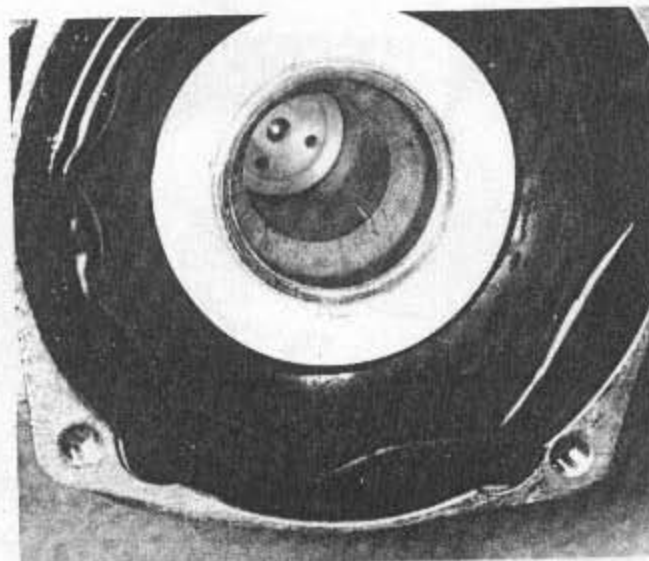

Bild 191
- Man wende beim Zusammenbau der Vergaser niemals übermässige Kraft an, da nur allzu gerne ein Düsengewinde oder eine der kleinen Schrauben abreisst. Die Vergaser bestehen aus einem Zinkspritzguss, der keine allzu grossen Belastungen verträgt. Man lasse vor allem beim Einbau der Kolben grosse Vorsicht walten, damit die Nadeln genau in die Nadeldüsen eingepasst werden. Man beachte, dass die Gummimembranen mit je zwei «Zungen» versehen sind, die beim Wiedereinbau der Membranen in die entsprechenden Aussparungen in den Vergasergehäusen eingelegt werden müssen (Bild 191).